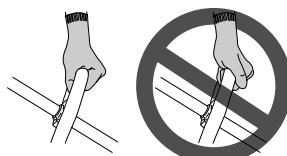

Fig. 36
- Coloque el pulgar en el asa del arco y agarre el asa con los otros dedos. (Fig. 36)